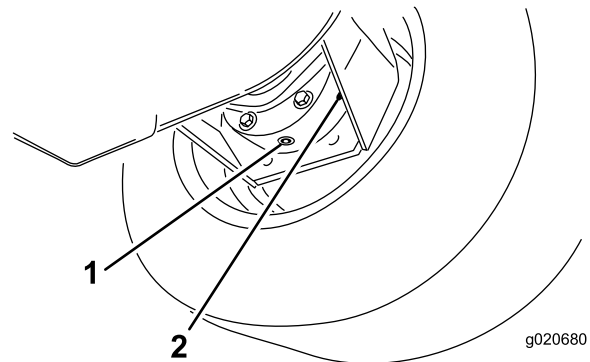

Figura 106
3. Coloque un recipiente debajo del alojamiento del freno, retire el tapón y deje que se drene el aceite (Figura 106).